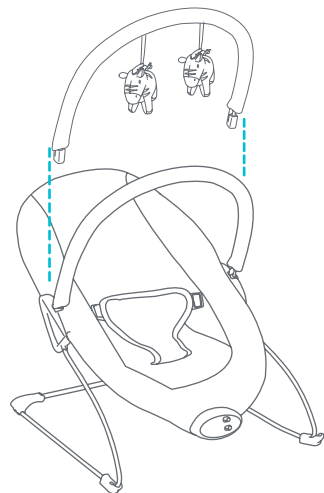
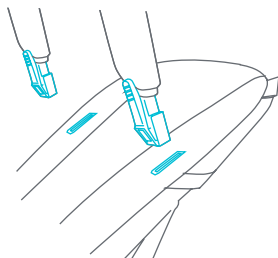

Fig. 12a
Fig. 12b
- 12) • Position the toy bar above the bouncer as shown (Fig. 12a). Insert the ends of the toy bar through the corresponding holes in the seat pad and into corresponding holes on the frame. Push in until both sides click into place. To remove, press the release clips and pull up (Fig. 12b).
- Coloque la barra de juguetes por encima del rebotador como se indica (Fig. 12a). Introduzca los extremos de la barra de juguetes en los agujeros correspondientes de la almohadilla del asiento y en los agujeros correspondientes del armazón. Empuje hasta que ambos lados hagan clic al llegar a su lugar. Para quitarlo presione los ganchos de sujeción y tire hacia arriba (Fig. 12b).